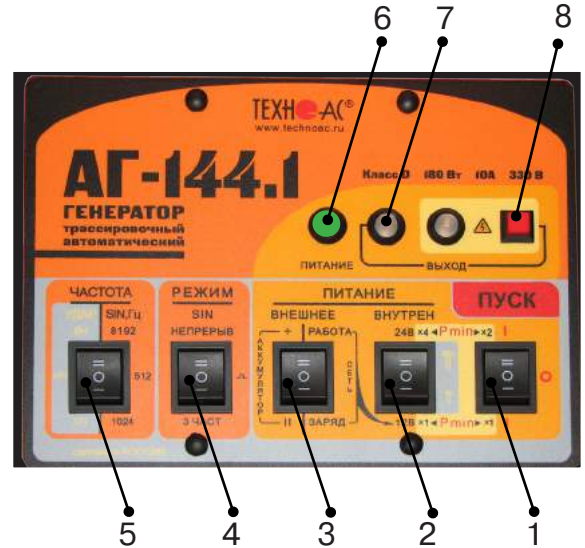

рис. 3.3
Включить питание клавишей включения питания поз.1 **рис.3.3** в одно из положений «I», в зависимости от выбираемой мощности. При свечении индикатора «Питание» поз.6 желтым цветом следует зарядить внутренние аккумуляторы, свечение зеленым цветом - можно приступать к работе.
1) Открыть крышку. Выбрать переключателем «ЧАСТОТА» поз. 5 **рис.3.3** необходимую частоту синусоидальной генерации (512 / 1024 / 8192Гц).
2) Выбрать переключателем «РЕЖИМ SIN» поз. 4 **рис.3.3** необходимый вид синусоидальной генерации (непрерыв/  /Зчаст).
Переключатель поз.3 **рис.3.3** установить в положение «работа».
Переключателем напряжения внутреннего питания поз.2. **рис.3.3** установить первый коэффициент выбора мощности генерации.
5) Начнется генерация и автосогласование с постепенным возрастанием напряжения на выходе. Здесь следует наблюдать за цветом индикатора «ВЫХОД» поз.7 **рис.3.3**. Если автосогласование закончилось зеленым свечением – заданная мощность достигнута. Если желтым – сопротивление нагрузки слишком велико для заданной мощности при выходном напряжении ограниченном «по умолчанию» на «безопасном» уровне 24 В.
1) Выключить питание генератора клавишей включения питания поз.1 **рис.3.3**, установив ее в положение «0».